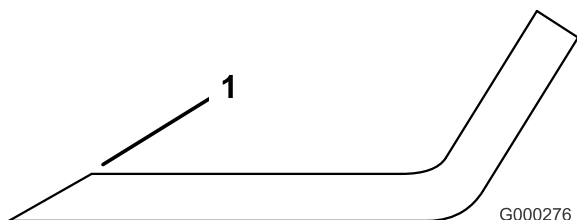

Figura 26
**Nota:** Affilate soltanto la parte superiore del tagliente e mantenete l'angolo di taglio originale per garantire l'affilatura (Figura 26). La lama rimane bilanciata soltanto se viene rimossa una quantità uguale di metallo da entrambi i taglianti.